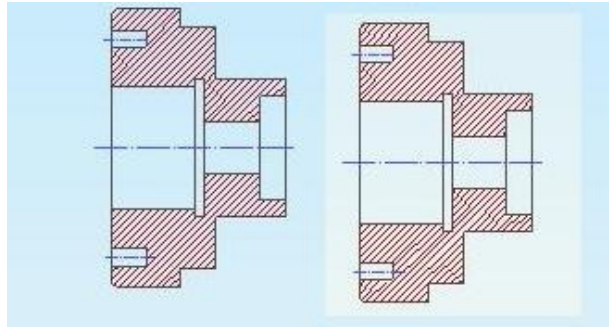

Рис. 1.
2.3 Копируем еще один контур (Рисунок 1).